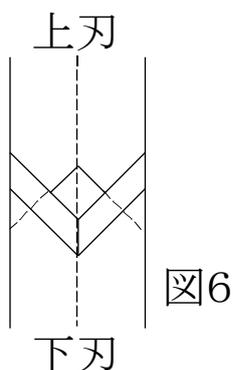

図6
•刃を取り付けた後、図6のように上刃と下刃がずれていない事を確認して下さい。
“カッターブロック”と“ヤトイ”が平行になっていた場合、又は、上記の事を行ってもずれている場合は、CのネジとBのネジを緩め、図6のように、刃を閉じた状態で上刃と下刃がずれないようにして、Bのネジを締めて下さい。